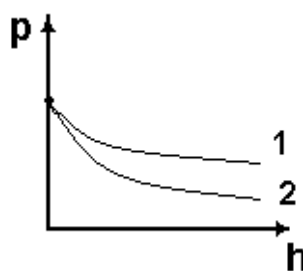

Рис. 14
1. а) Какой закон изображен на графике (рис. 14)? Напишите формулу.